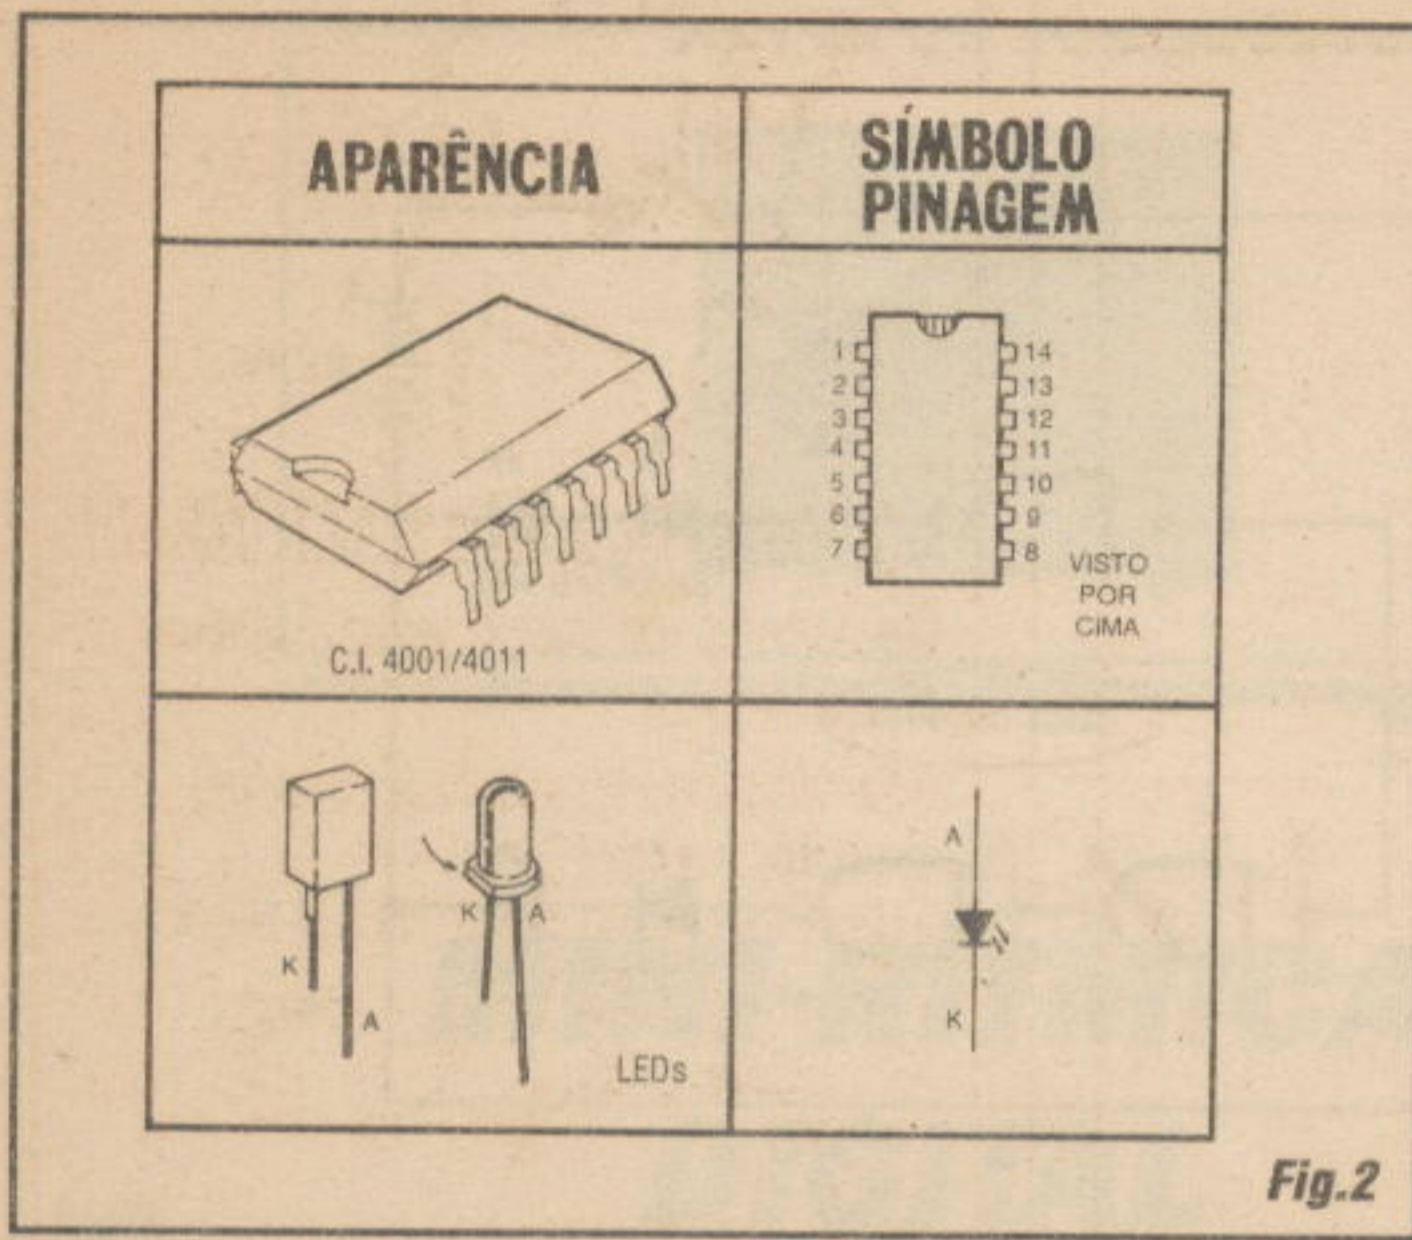

Fig.2
**- FIG. 2 - PRINCIPAIS COMPONENTES DA MONTAGEM** - Como é praxe nas descrições das montagens práticas anexas às aulas do ABCDE, a figura mostra em aparência, pinagem e símbolo, os componentes que têm terminais polarizados, ou seja: o integrado e os LEDs. No primeiro, lembrar que a contagem/numeração dos pinos é feita em sentido *anti-horário*, a partir da extremidade marcada, e com a peça observada por cima... Quanto aos LEDs, recordar que o terminal de **catodo (K)** costuma ser o *mais curto*, além de (nos LEDs redondos...) sair da peça em posição indicada por um pequeno chanfro